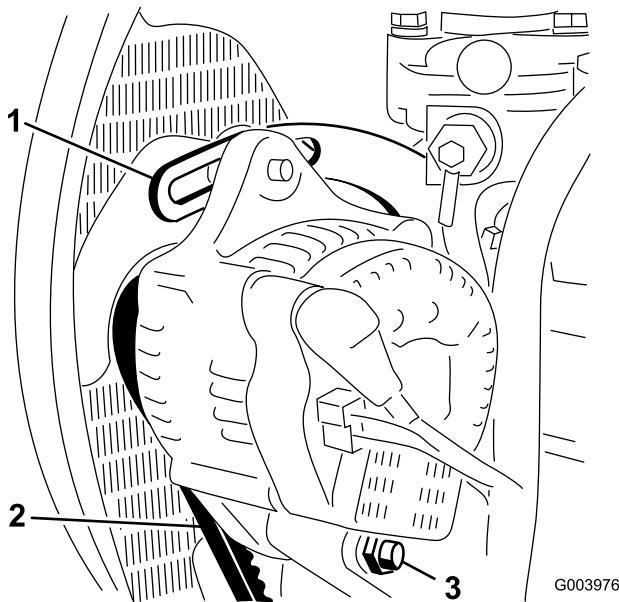

Bild 74
2. Prüfen Sie die Spannung des Treibriemens, indem Sie eine Kraft von 10 kg in der Mitte zwischen der Lichtmaschine und der Kurbelwellenscheibe ansetzen (Bild 74).
3. Lockern Sie die Schraube, mit der die Strebe am Motor befestigt ist (Bild 74) sowie die Schraube, mit der die Lichtmaschine an der Strebe und der Drehschraube befestigt ist.